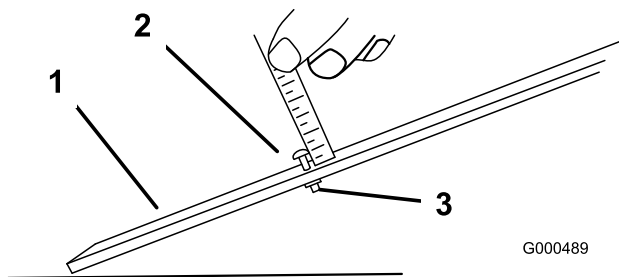

Bild 57
2. Lösen Sie die Mutter an der Messlehre (Bild 57) und stellen Sie die Einstellschraube auf die gewünschte Schnitthöhe ein. Der Abstand zwischen dem unteren Ende des Schraubenkopfs und der Stirnseite der Messlehre ist die Schnitthöhe.